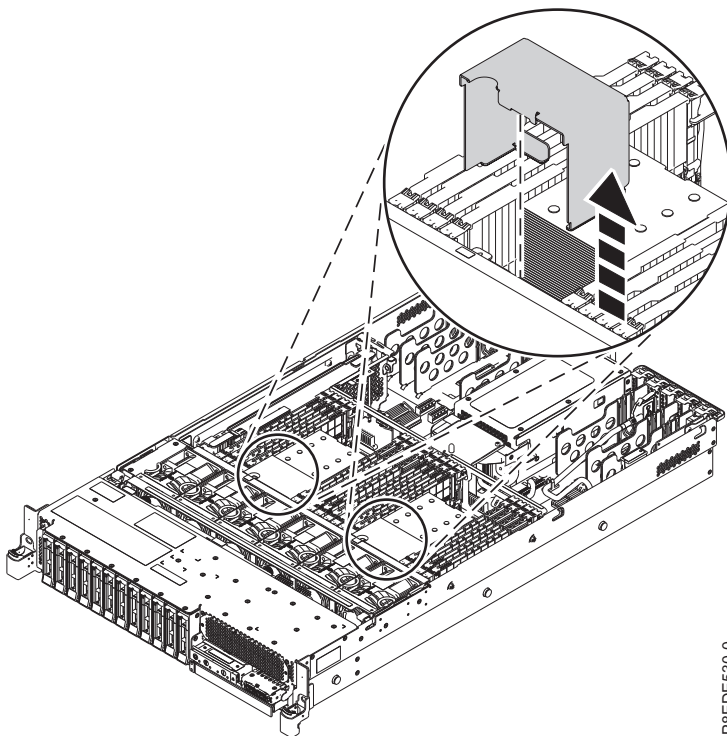

Figura 3. Extracción del deflector de aire
3. Extraiga el deflector de aire sujetándolo y levantándolo como se muestra en la Figura 3.